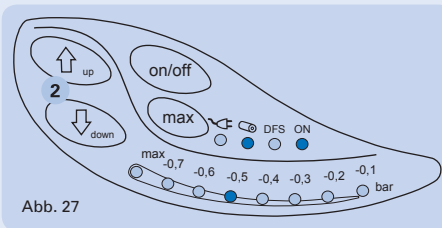

Abb. 27
2. Stellen Sie über die Pfeiltasten Ihr gewünschtes Vakuum ein (Abb. 27 (2)). Beim späteren Ausschalten wird der zuletzt eingestellte Wert gespeichert.